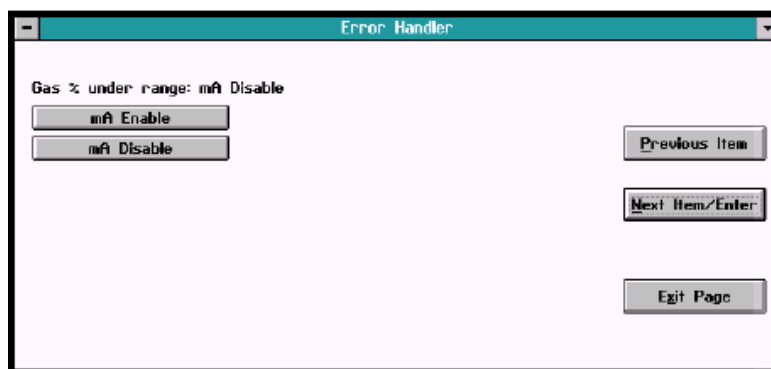

図 3-29 Gas % Under Range ウィンドウ
*Gas % Under Range* および *Gas % Over Range* オプションで、メインガスの比率の誤差処理を有効または無効にします。図 3-29 のようなオプションウィンドウが表示されます。